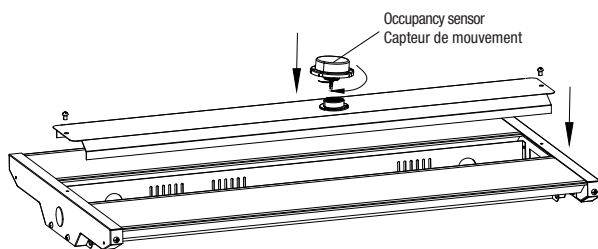

Fig. 3
4. Install the occupancy sensor on the base by turning it clockwise (Fig. 3).
6. Install the driver cover on the luminaire housing by using the two screws (Fig. 3).
4. Installer le capteur de mouvement sur la base en le tournant dans le sens des aiguilles d'une montre (Fig. 3).
6. Installer le couvercle du contrôleur de DEL sur le boîtier du luminaire à l'aide des deux vis (Fig. 3).